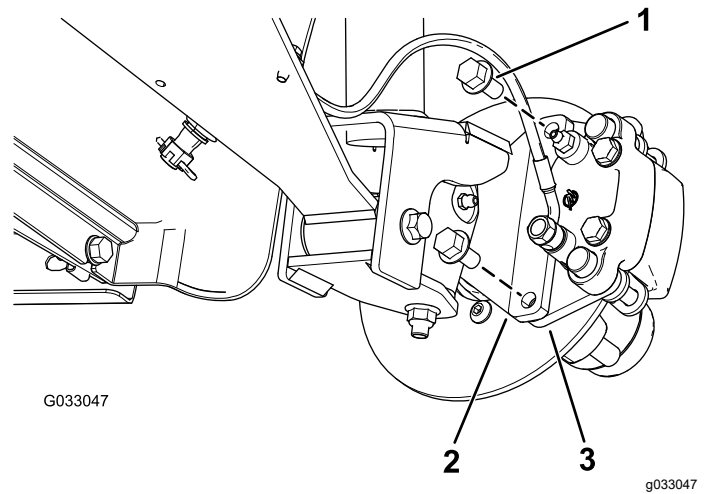
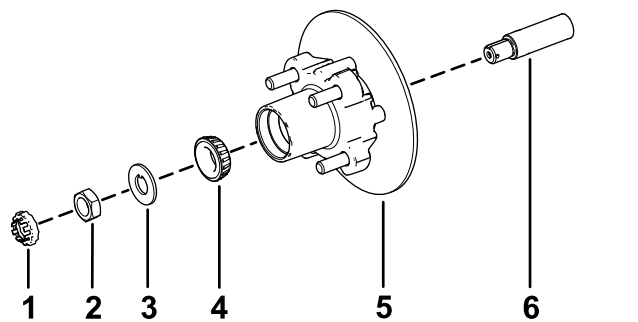

Figura 30
Figura 34
3. Togliete i bulloni a testa flangiata ($\frac{3}{8}$ " x $\frac{3}{4}$ ") che fissano la staffa del gruppo del freno al mandrino e separate il freno dal mandrino (Figura 30).
1. Lubrificate leggermente il mandrino con il grasso specificato (Figura 34).
2. Montate il mozzo e il rotore sul mandrino con il rotore verso l'interno (Figura 34).
3. Montate il cuscinetto esterno sul mandrino e inserite il cuscinetto sull'anello esterno (Figura 34).
4. Montate la rondella di sicurezza sul mandrino (Figura 34).
5. Avvitare il dado del mandrino sul mandrino e serrate il dado a 15 N·m mentre ruotate il mozzo per posizionare in sede il cuscinetto (Figura 34).
2. Allineate le pastiglie dei freni su ciascun lato del rotore (Figura 30) e i fori sulla staffa della pinza con i fori sul supporto del freno del telaio del mandrino (Figura 34).
3. Fissate la staffa del calibro al telaio del mandrino (Figura 30) utilizzando i 2 bulloni a testa flangiata ($\frac{3}{8}$ " x $\frac{3}{4}$ ").